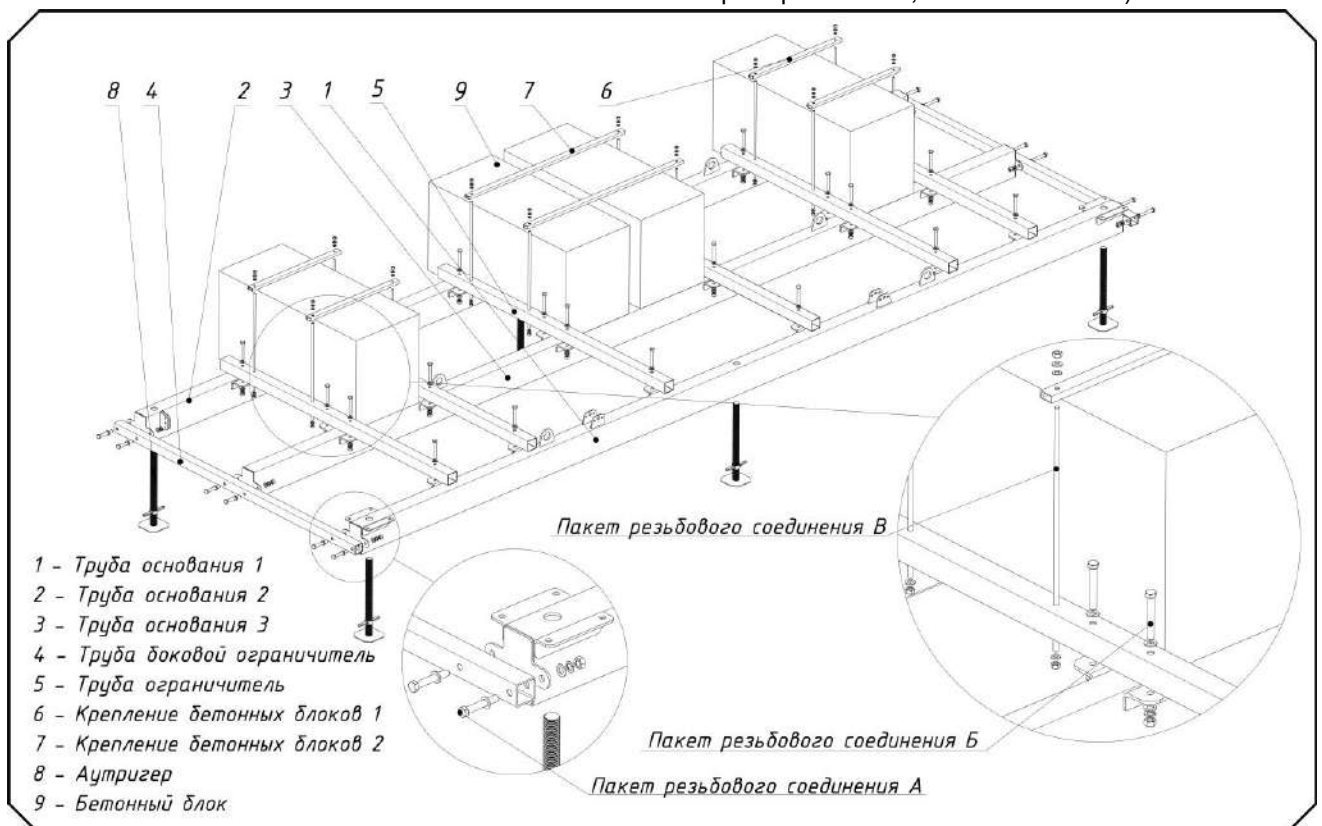

Рис. 3 Сборка основания
- 1) Детали поз. 1, поз. 2, поз. 3 разместить на ровной поверхности в указанном порядке (см. рис. 3);